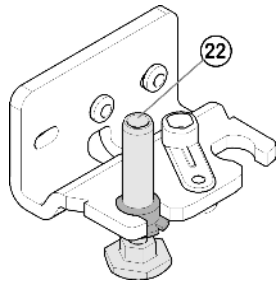

Fig. 6
- Apparaat opnieuw wat naar achteren kantelen en de lagerbouten Fig. 6 (22) terug in te steken. De groef moet naar voren wijzen.